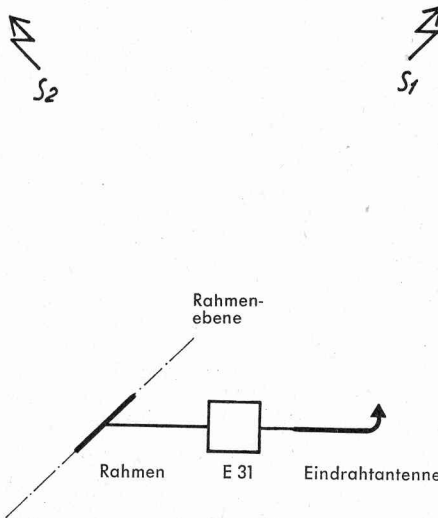

Bild 34. Empfang von 2 Sendern  $S_1$  und  $S_2$  mit kombinierter Antenne (Grundriß).
**131 Die Wirkungsweise der Störer-Eliminierung** kann an einem Beispiel gezeigt werden (Bild 34).